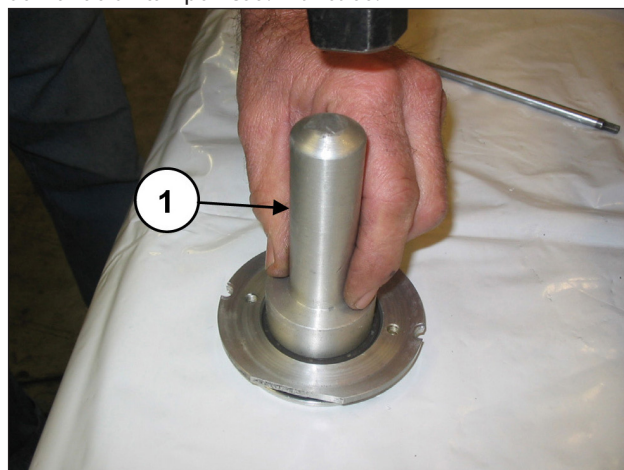

Fig. 169
Montar el retén en la tapa de retención (pos. ①, Fig. 169) utilizando un tampón cód. 27910900.